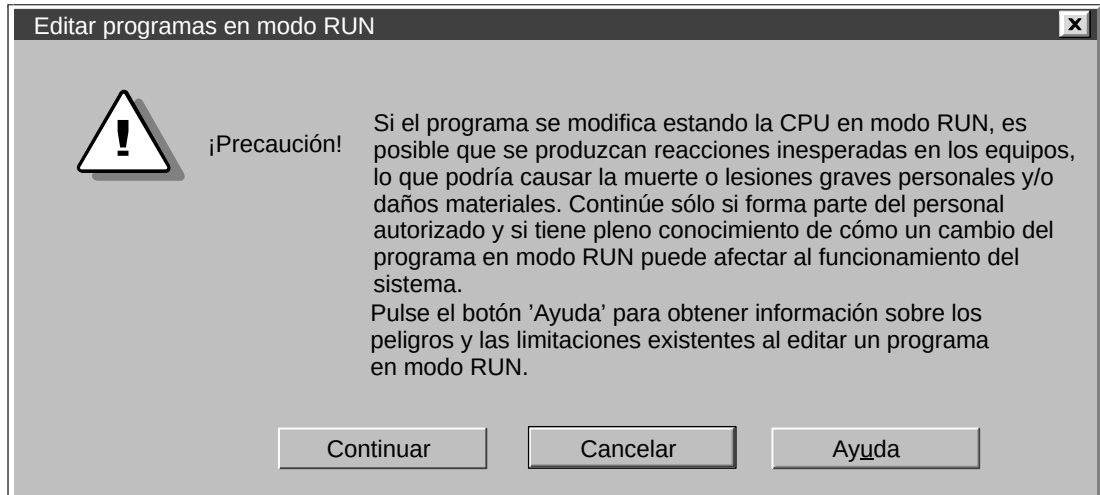

Figura 4-23 Cuadro de diálogo "Editar programas en modo RUN"
3. Aparecerá la advertencia que muestra la figura 4-23. Tras hacer clic en el botón "Continuar", el programa contenido en la CPU se cargará en la PG/el PC y se activará la función de edición en modo RUN. El programa se podrá editar sin limitación alguna.